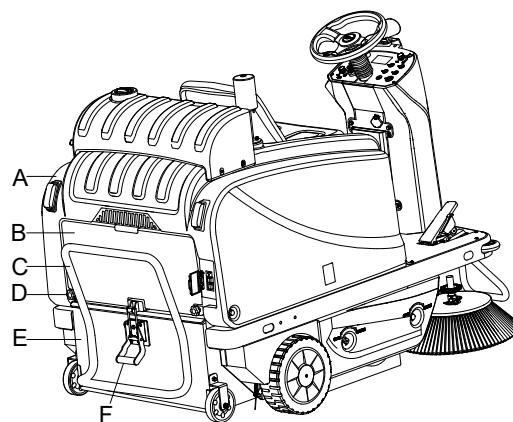

Figure 30
3. Ouvrez le couvercle (A, figure 30)
4. Désengagez le loquet (F, figure 30) en tirant sur son extrémité inférieure.
5. Retirez la trémie (E, figure 30) en la dégageant des guides internes à l'aide de la poignée (C, figure 30).
6. Dévissez les boutons (D, figure 30) et retirez le couvercle du compartiment du filtre (B, figure 30).
7. Dévisser les boutons (A, figure 30).